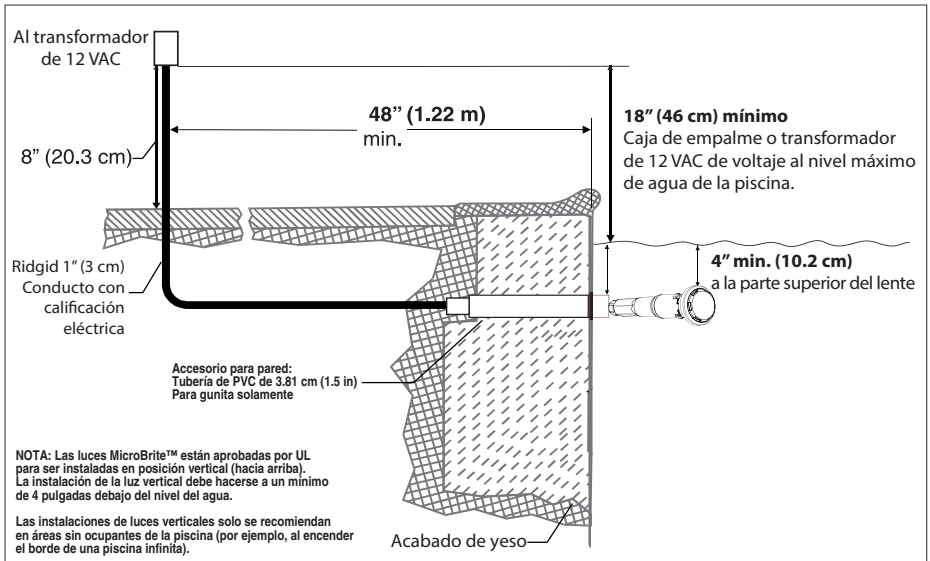
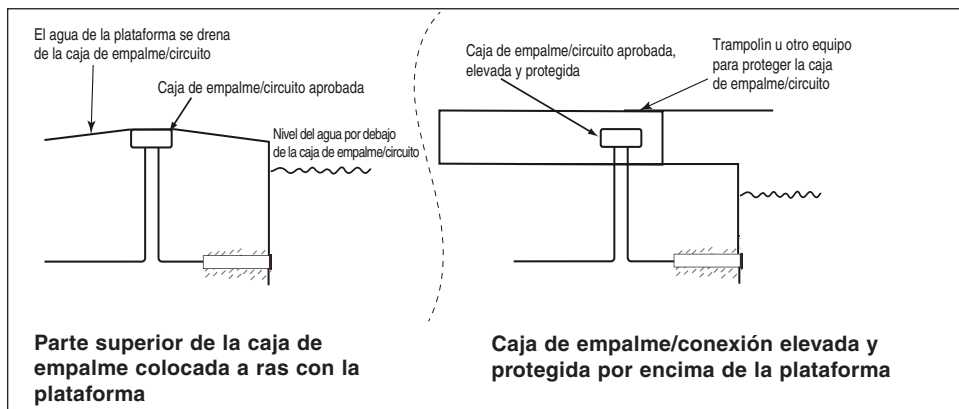

Figura 1.
Figura 2, Canadá.
**ANTES DE COMENZAR: la información siguiente describe las tareas que debe realizar el electricista *antes* de instalar la conexión de pared de la luz. Vea la figura 1.**
- La caja de empalme y el transformador de bajo voltaje deben estar ubicados al menos 4 (cuatro) pulgadas (10.16 cm) por encima del nivel del suelo u ocho (8) pulgadas (20.3 cm) por encima del nivel máximo de agua de la fuente, el que sea más alto. La caja de empalme debe estar a una distancia de al menos 48 pulgadas (1.22 m) del borde de la piscina. Vea la figura 2.
- La caja de empalme/conexión debe estar sellada para evitar la entrada del agua, consulte la Figura 2 debajo.
Consulte la Figura 1 en la página 4, para la instalación de la caja de empalme en los Estados Unidos, vea la Figura 2 en la página 5 para la instalación de la caja de empalme en Canadá.
- La caja de empalme y el transformador de bajo voltaje deben estar ubicados al menos 4 (cuatro) pulgadas (10.16 cm) por encima del nivel del suelo u ocho (8) pulgadas (20.3 cm) por encima del nivel máximo de agua de la fuente, el que sea más alto. La caja de empalme debe estar a una distancia de al menos 48 pulgadas (123 cm) del borde de la piscina. Vea la figura 1 en la página 4.
- La conexión de pared de la luz MicroBrite debe instalarse adecuadamente para que el borde superior del lente de la luz MicroBrite esté al menos a 4 pulgadas (10.16 cm) por debajo (no más de 48 pulgadas (123 cm) por debajo en Canadá) de la superficie del agua en la piscina o spa. Vea la figura 2 en la página 5.